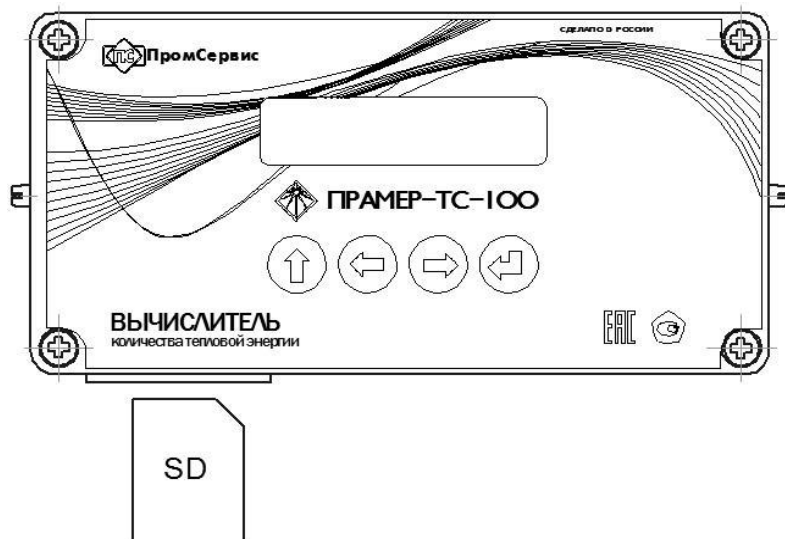

Рисунок 8 – Установка карты памяти\*
- 2 Установить в слот карту памяти (рисунок 8).